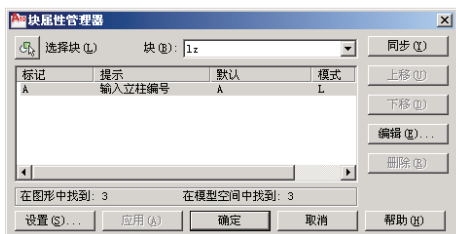
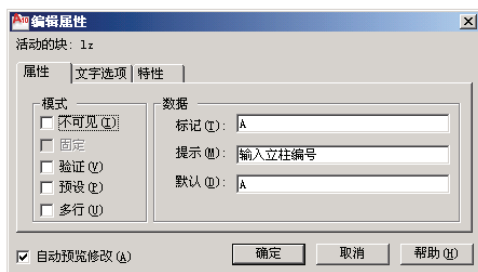
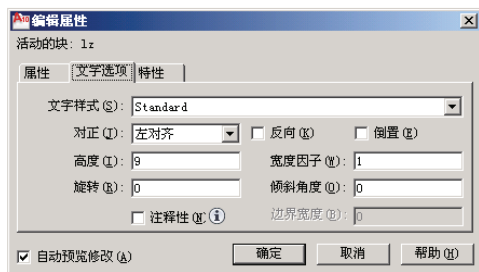
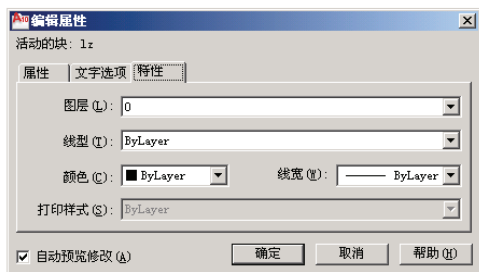

图 7-34 “块属性管理器”对话框
图 7-36 “编辑属性”对话框（属性选项卡）
图 7-37 “编辑属性”对话框（文字选项卡）
图 7-38 “编辑属性”对话框（特性选项卡）
执行该命令后弹出图 7-34 所示“块属性管理器”对话框。
(8) **编辑**按钮：打开“编辑属性”对话框，进行属性修改。如果在图 7-34 中单击它，或选择列表中的块并双击或右击后单击编辑菜单，则弹出图 7-36、图 7-37、图 7-38 所示“编辑属性”对话框。该对话框包括 3 个选项卡，分别是“属性”、“文字选项”和“特性”。用户可以修改当前活动的块的模式和数据属性，文字的字型、文字的高度、对正方式、是否旋转、宽度比例、倾斜角度、是否反向、是否倾倒等文字属性和图层、颜色、线宽、线型等特性。
(9) **应用**按钮：如果在图 7-34 中单击它，即使用所完成的属性修改更新图形，同时将“块属性管理器”保持为打开状态。